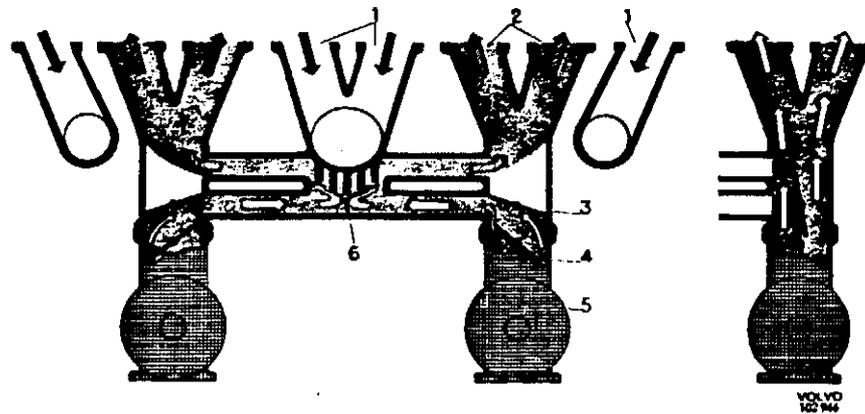

Abb. 16 Abgasreinigungsanlage
Die Anlage bewirkt eine vollständigere Verbrennung mit geringerem Kohlenoxyd- und Kohlenwasserstoffgehalt in den Abgasen. Dies erfolgt durch ein verbessertes Ansaugsystem, das eine genaue und magere Mischung von Kraftstoff und Luft ermöglicht. Das Prinzip dieser Anlage bei dem Motor B 18 B wird auf Abb. 16 gezeigt.
Im Ansaugrohr befindet sich bei jedem Vergaser eine Regelklappe (3, Abb. 16). Bei normalem Fahren (mit niedrigem Leistungsverbrauch) sind die Regelklappen geschlossen (linker Teil der Abb. 16), so daß das Kraftstoff-Luftgemisch von den Vergasern über eine gemeinsame Vorwärmkammer (6) geleitet wird, wo das Gemisch beider Vergaser vermischt, durch die Abgase erwärmt und vollständig verdampft wird.